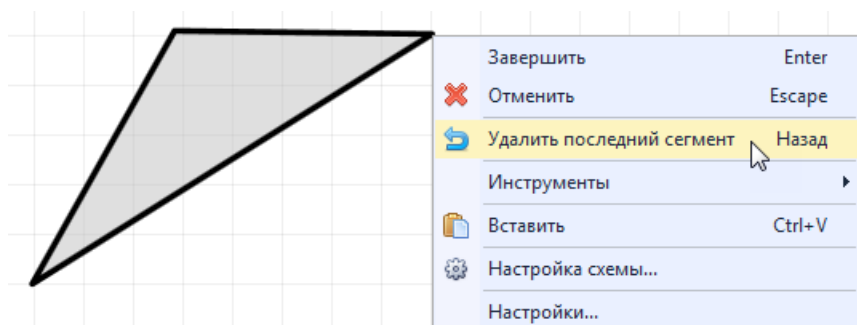

Рис. 378 Отмена размещения последнего сегмента
- Для отмены размещения последней вершины нажмите Backspace или выберите пункт «Удалить последний сегмент» в контекстном меню, см. Рис. 378.